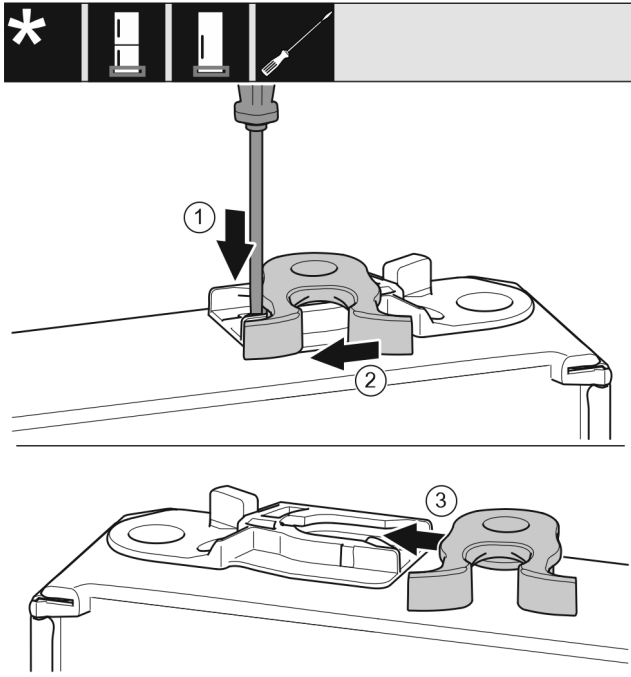

Fig. 39 *
- Suruge aasa Fig. 39 (1) lapikkruvikeerajaga allapoole.*
- Tõmmake sulgemiskonks Fig. 39 (2) juhikust välja.*
- Lükake sulgemiskonks Fig. 39 (3) teisel küljel juhikusse.*